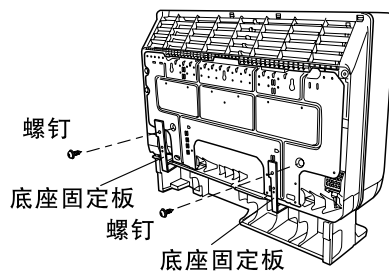

图11
(1) 如图11所示，将挂壁板和底座固定板拆除（2处固定螺钉）。安装完毕后可按下述三种情况处理底座固定板：